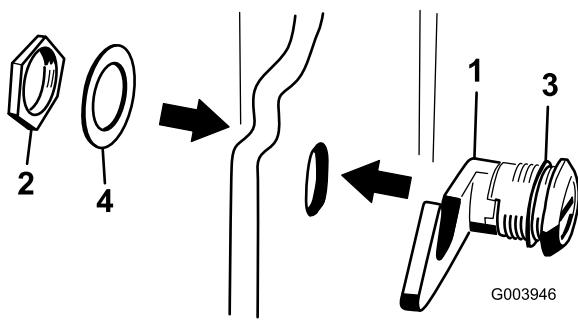

Figura 19
3. Togliete il dado dal gruppo fermo del cofano (Figura 19).